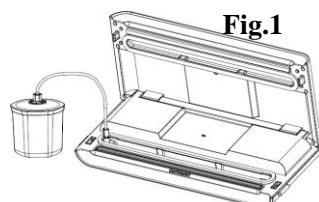

Fig.1
3. Åpne dekselet på apparatet. Koble den ene enden av slangen til luftinntaket i vakuumkammeret, og fest den andre enden av slangen til hullet midt i dekselet til vakuumbeholderen. Sørg for at bryteren på vakuumbeholderdekselet er i stillingen "SEAL" – Fig. 1 og 2.